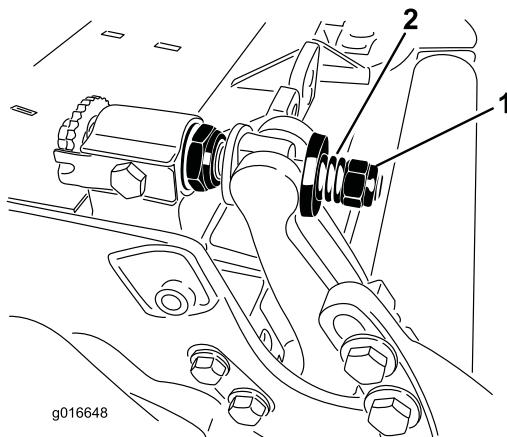

Figura 29
- Aperte a porca da mola tensora até que a mola fique recolhida; em seguida, desaperte meia volta (Figura 29).
10. Aperte a porca em cada conjunto de ajustador da barra de apoio até que a mola de compressão esteja totalmente comprimida e, em seguida, desaperte a porca 1/2 volta (Figura 29).